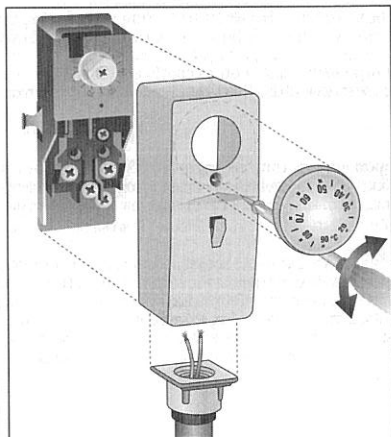

fig.3 - εικ.3
Portare i fili dell'impianto attraverso l'apposito passacavo ed eseguire gli allacciamenti alla morsetteria (fig.3) come indicato al paragrafo seguente "collegamenti elettrici". Riagganciare il coperchio al prodotto mediante la vite e riposizionare la manopola di regolazione (quando presente).
- A) Fix the appliance to the pipe by means of its specific fastener. (fig.3)